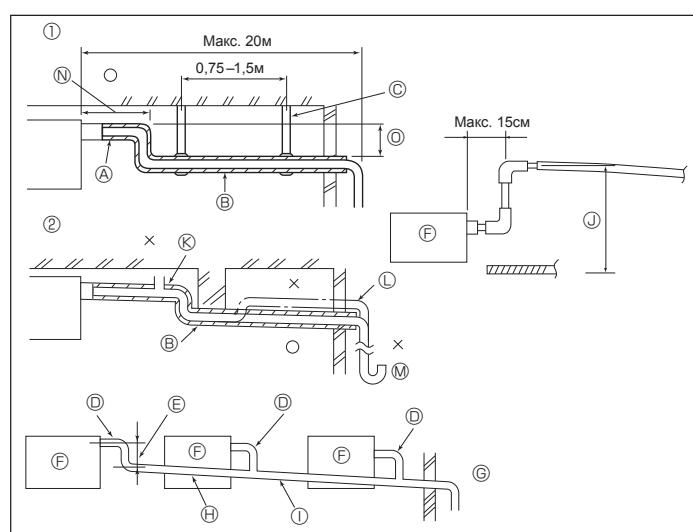

Рис. 3-4
3.3. Дренажные трубы (Рис. 3-4)
① Правильное соединение труб	⓫ Выпуск воздуха
② Неправильное соединение труб	⓬ Поднятие